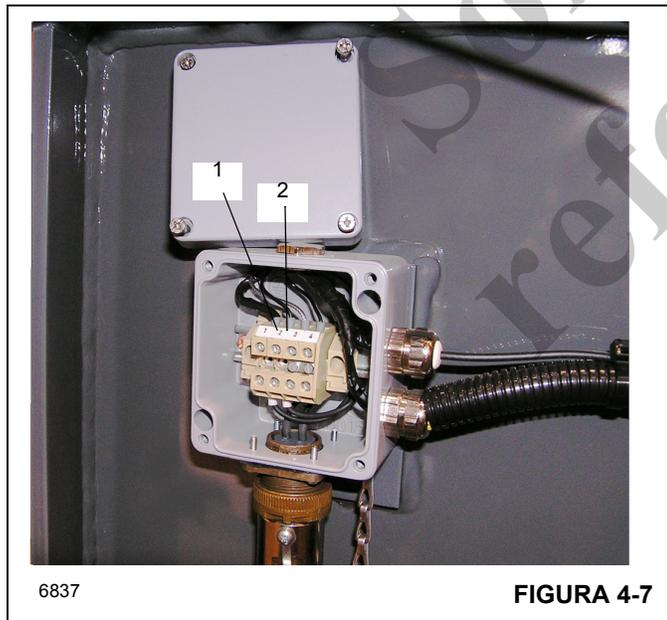

FIGURA 4-7
- b. Desconecte el alambre "SHD" (Figura 4-7, 1) del borne 1 y el alambre "CORE" (Figura 4-7, 2) del borne 2.